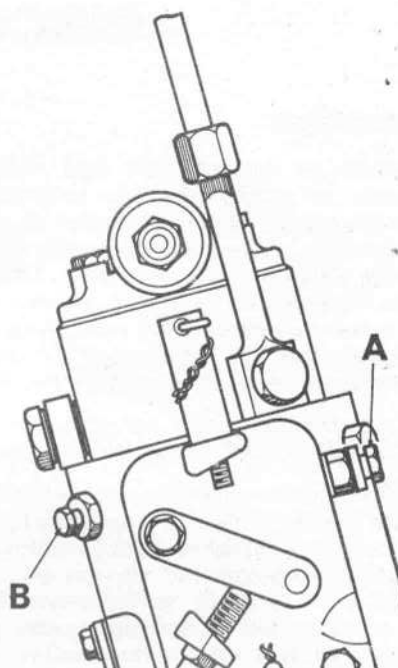

Figure 7. VIS DE PURGE DE LA POMPE D'INJECTION
5. Desserrer la vis de purge du carter de régulateur, purger, puis resserrer cette vis, desserrer ensuite la vis de l'élément de pompage, purger, et resserrer cette vis (voir figure 7).